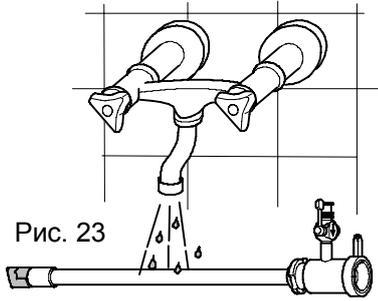

Рис. 23
- ◇ Промойте все части водой с температурой макс. 45°C (рис. 23).